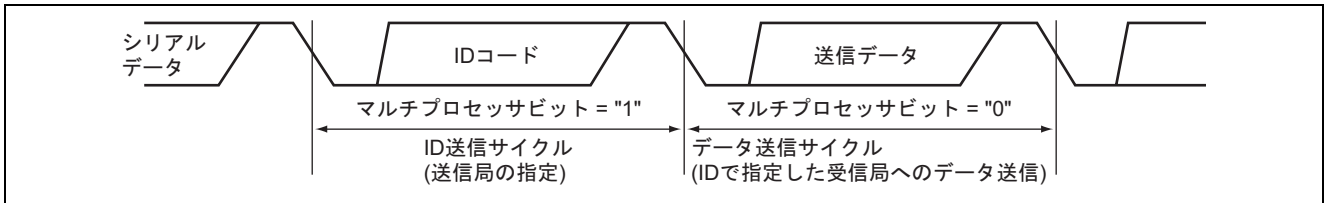

図2 マルチプロセッサビットを使用したシリアルデータ
- 図2にマルチプロセッサフォーマットを使用したシリアルデータを,表1にマルチプロセッサフォーマットを示します。